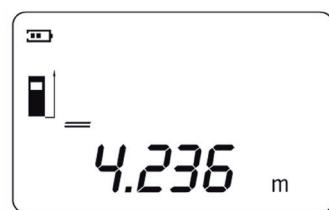

Fig. 5
4. La lunghezza sarà indicata nell'ultima riga in basso e per mezzo di cifre grandi, inoltre sarà disattivato il laser (fig. 5).